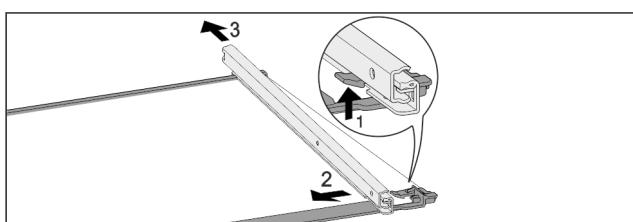

Fig. 84 Placa de sticlă cu şine
- Apăsați în sus cârligul de blocare frontal. Fig. 84 (1)
- Îndepărtați şinele de extragere prin împingere în lateral Fig. 84 (2) și spre spate Fig. 84 (3).